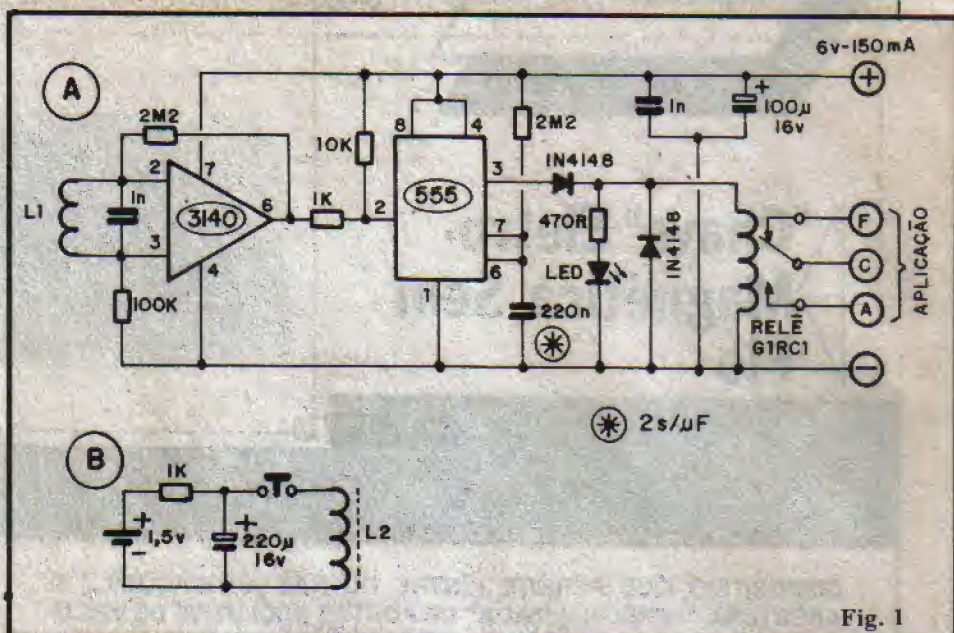

Fig. 1
mento e testes do Projeto, levou-se em consideração que - normalmente - luminárias com lâmpadas fluorescentes trabalham sob "wattagens" bem mais baixas (principalmente na iluminação de corredores ou áreas de uso coletivo em edifícios de apartamentos...). Na solução do seu problema, recomendamos as seguintes experiências: colocar **starters** novos nas luminárias e/ou modificar o valor do capacitor de **gate** original do TRIAC (100n no projeto básico da MIPCOB). Tente, inicialmente, valores de 47n e 220n... Detetado o sentido da "melhora", volte a modificar o valor, até obter um acionamento mais firme das lâmpadas. Em último caso, tente agir sobre a elevada frequência de **clock** (gerada, no circuito do MIPCOB pelo **gate** do 4093 delimitado pelos pinos 8-9-10 - fig. 1 - pág. 12 - APE 15), modificando experimentalmente o capacitor original de 2n2, inicialmente dentro da faixa que vai de 1n a 4n7, verificando se a melhora ocorre com a modificação "para menos" ou "para mais" e, em seguida, procurando adequar um valor que mostre o acionamento mais perfeito. Para finalizar, verifique se as luminárias que pretende controlar, em funcionamento normal (acionadas por interruptores) também não apresentam o mesmo comportamento instável na partida (isso é **muito** comum em instalações velhas...). Se isso ocorrer, obviamente que a "culpa" **não** é da MIPCOB! Tratar-se-á de um defeito inerente à "idade" dos reatores, que devem ser substituídos!
Realmente, Tércio, o desempenho do MALOSA (modéstia à parte...) é **muito** bom, desde - obviamente - que seja usado para o fim descrito no artigo original e dentro dos esquemas de ligação propostos em APE 14! Você mesmo já identificou onde está o seu erro: no casamento de impedâncias! A rede original de entrada do MALOSA foi dimensionada para sinais de **baixa** impedância e **alto** nível (normalmente encontrado nas "saídas para falante" de qualquer equipamento de áudio...), enquanto Você tentou ligá-lo numa fonte de sinal com impedância **alta** e nível relativamente **baixo**! Para um perfeito desempenho, Você terá que fazer pequenas alterações nessa rede de entrada, conforme sugere a fig. B. Primeiro elimine o resistor original de 1K (marcado com um asterisco dentro de um quadrado, na fig. 1 - pág. 8 - APE 14), simplesmente **não o colocando** na placa. Elimine também o resistor original de 4K7 (marcado com um asterisco dentro de um pequeno círculo, na mesma figura mencionada...), porém, nesse caso, substituindo-o, na placa, por um **jumper** (pedaço de fio). Com tais providências, o potenciômetro original de 100K (volume) ficará praticamente "sozinho" na determinação da impedância de entrada do MALOSA, além do que o nível de atenuação do sinal será drasticamente "manejado". Para uma melhor "passagem" de frequências, dentro dessa nova utilização, substitua também o capacitor eletrolítico de entrada original (10u) por um de 4u7 (asterisco num quadrado, na fig. B). Finalmente, para inserir um controle de
A fig. 1 mostra, em (A) o esquema do Módulo de Recepção e Comando e em (B) o diagrama da "chave" eletro-magnética portátil. Analisemos primeiramente a "chave" (fig. 1-B) que não poderia ser mais simples (a idéia é justamente reduzir os componentes ao mínimo absoluto, para "ganhar" portabilidade...).
O Módulo de Recepção (fig. 1-A) é também simples. Seu bloco de entrada está estruturado em torno de um Integrado CA3140 (Am-